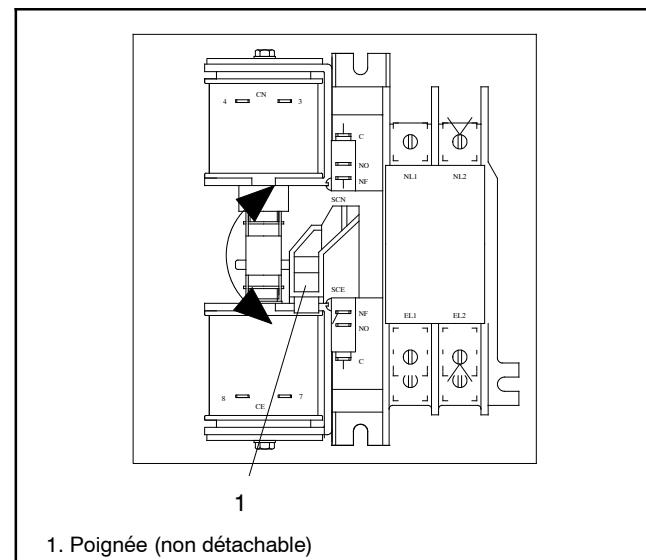
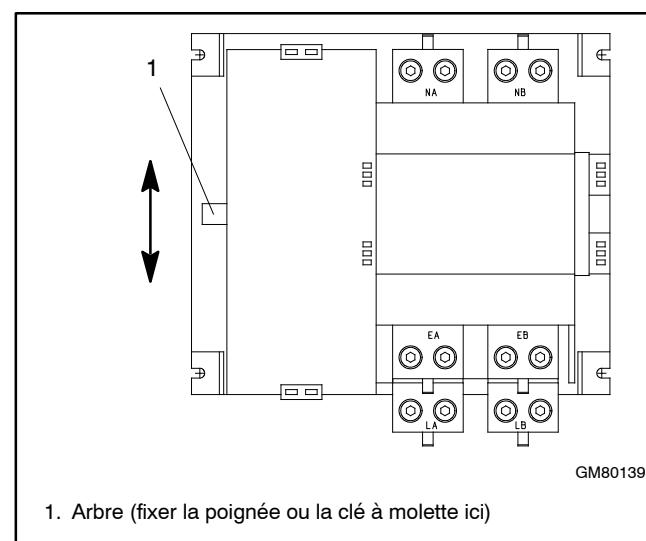

Figure 2-4 Fonctionnement manuel, commutateurs monophasés de 100 à 200 A
Figure 2-5 Fonctionnement manuel, commutateurs monophasés de 300 à 400 A et 208 à 240 volts
| 100 à 200 A, monophasé | 2.4.1 | Figure 2-4 |
| 400 A, monophasé | 2.4.1 | Figure 2-5 |
1. Commutateurs 100 à 200 A : ces commutateurs sont munis d'une poignée, voir Figure 2-4. Commutateurs 400 A : faire glisser la poignée détachable ou une clé à molette sur l'arbre. Voir Figure 2-5.
2. Déplacer la poignée pour placer le commutateur de transfert en position de source normale ou vers le bas pour placer le contacteur en position de source d'urgence. Voir Figure 2-4 ou Figure 2-5.